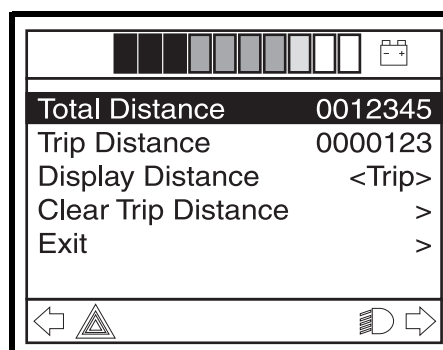

Figura 3. Pantalla del menú
3. Resalte la opción Distancia moviendo la palanca de mando arriba o abajo y luego empuje la palanca a derecha o izquierda para mostrar los ajustes de distancia. Ver figura 3.